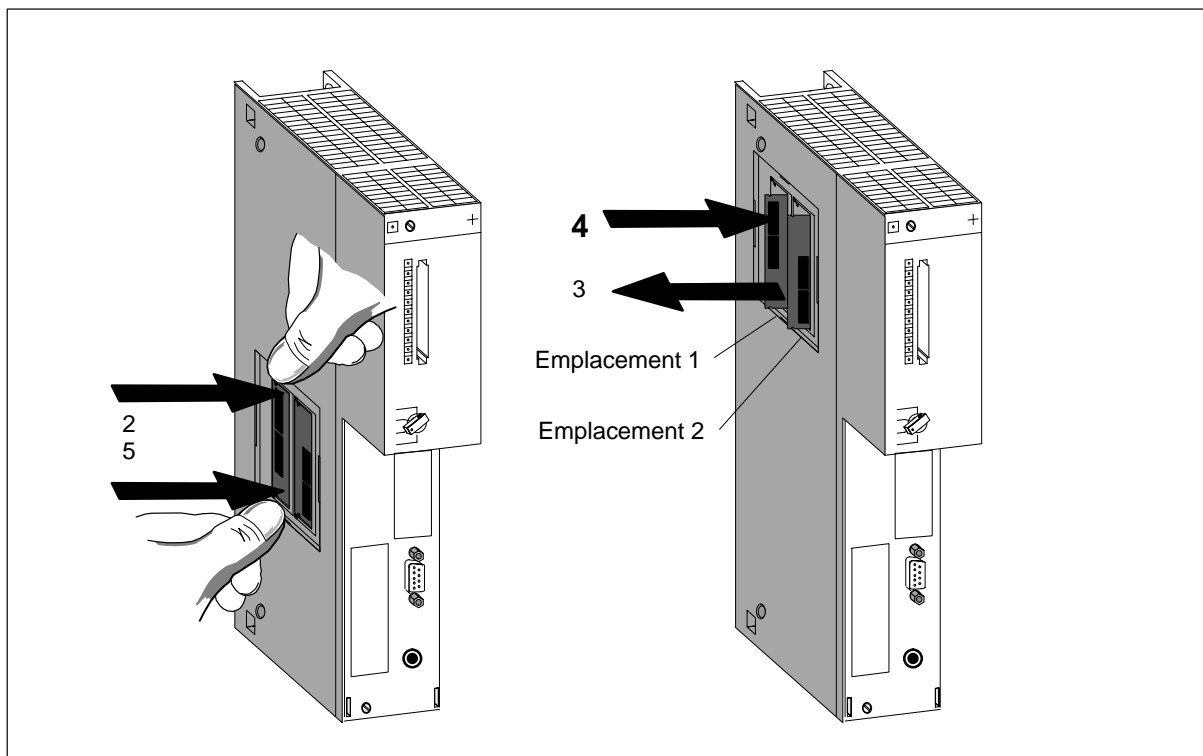

Figure 8-28 Extraction de barrettes mémoire de la CPU
2. Pressez sur les deux ressorts latéraux qui maintiennent la barrette dans le module. La barrette est éjectée sous un angle de 45° (voir figure 8-28).
3. Tirez sur la barrette pour la séparer du connecteur (voir figure 8-28).
4. Engagez à fond la nouvelle barrette sous un angle de 45° pour la raccorder au connecteur (voir figure 8-28).
5. Rabattez la barrette en direction du circuit imprimé pour l'encliqueter dans les deux ressorts latéraux (voir figure 8-28).